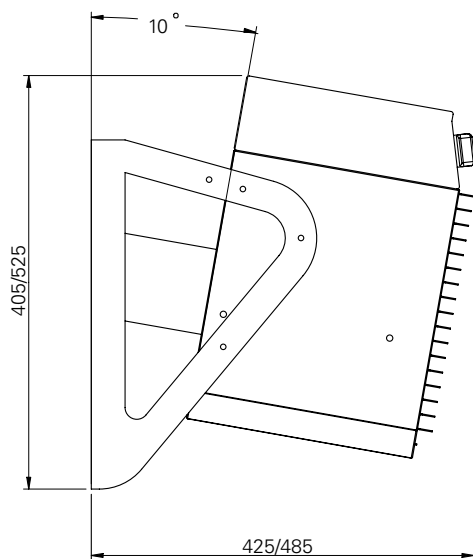

Fig. 3
2. Bevestig de beugels aan de luchtverhitter volgens fig. 3 op pagina 3 met drie schroeven aan elke kant.